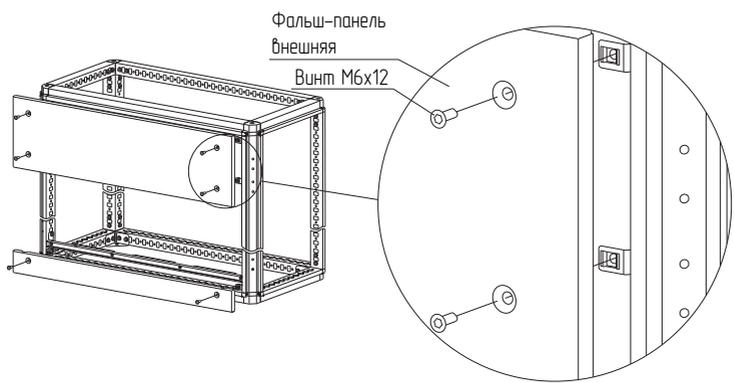

Рисунок 52
4.27.4 Закрепите фальш-панель внешнюю компенсирующую винтами М6×12 (рисунок 52).